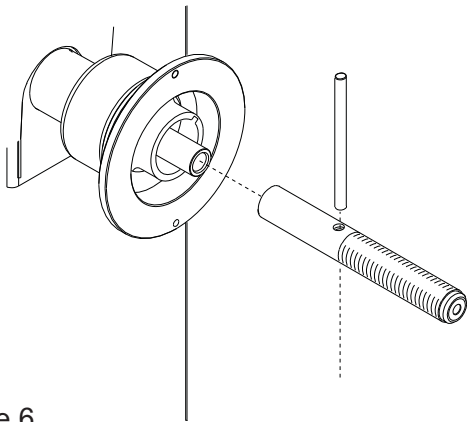

Figure 6
A. Monter l'arbre fileté sur le carter de l'équilibreuse. Serrer fermement en utilisant la tige fournie. (Figure 6).